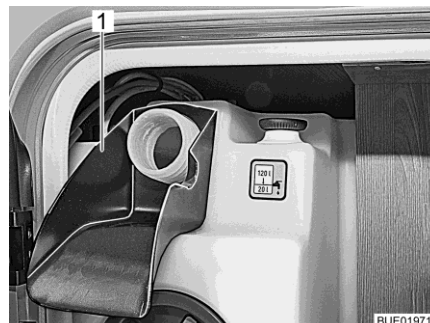

Fig. 276 Ausilio per il riempimento
- Infilare l'ausilio per il riempimento (Fig. 276,1) sul bocchettone di riempimento dell'acqua potabile.